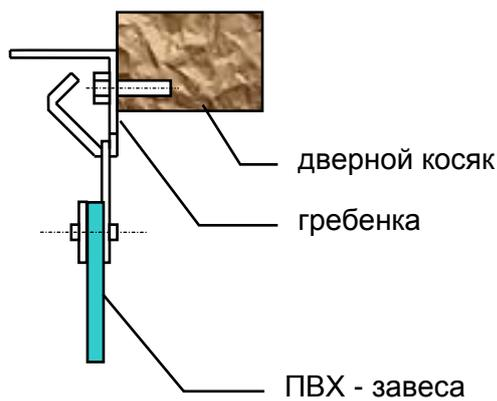
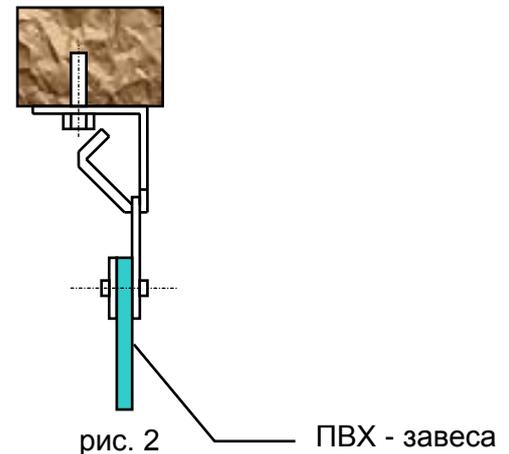

рис. 1
рис. 2
1.2 Гребенка крепится с помощью саморезов $\varnothing 5...6$ мм (металлический или деревянный дверной косяк) или дюбелей (бетонный дверной косяк) согласно рис. 1, сбоку или снизу (рис.2) исходя из условий эксплуатации и удобства монтажа.